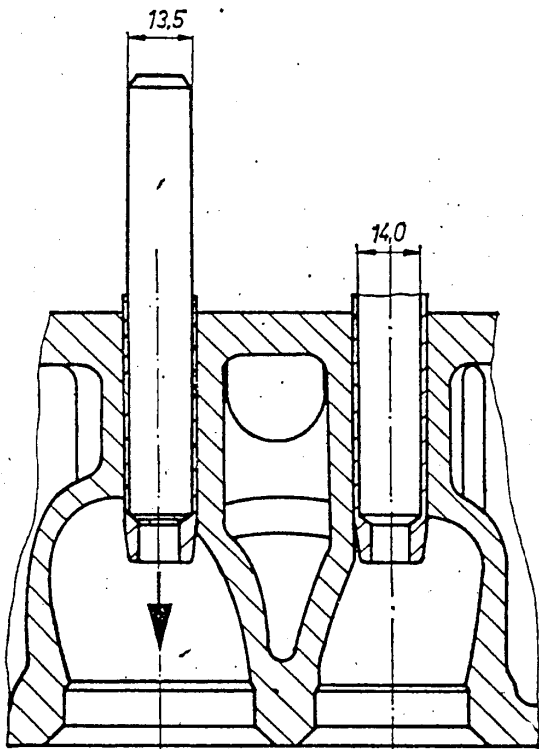

Bild M 99. Ventilführungen aufbohren (14,0 mm)
- Ventileinführung auf 14,0 mm Dmr. aufbohren (Bild M 99) und Ventileinführungen mit passendem Dorn (13,5 mm Dmr.) herausdrücken.